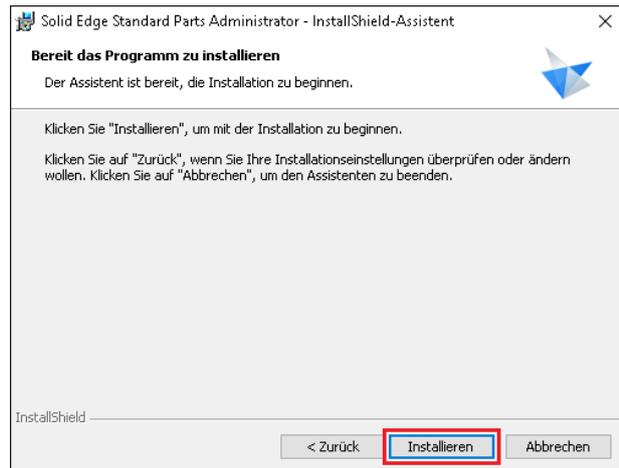
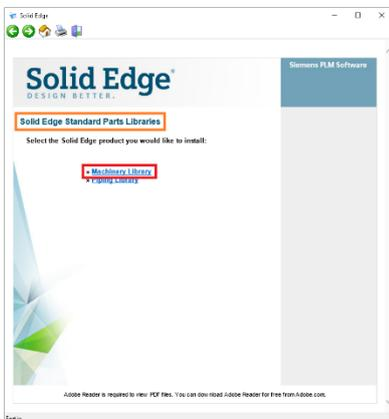

Abbildung 10
Abbildung 13
Ein Klick auf „weiter“ und im nächsten Fenster auf „Installieren“ (Abb. 10), startet die Installation der Hauptteile und stellt eine korrekt eingestellte Verbindung zur SQL-Datenbank her (Abb. 11).
- 4.1. Starten Sie die Installation der Machinery Library über das Autostart-Menü der Solid Edge Standard Parts Libraries DVD oder Installationsdatei (z. B. „SE_Standard_Parts_2019.exe“) (Abb. 13).
- 4.5. Nun startet die eigentliche Installation der Normteile wie unter Punkt 3.6. (Abb. 10, 11, 12). Nach Beenden der Installation schließen Sie das Autostart-Menü (Abb. 13).